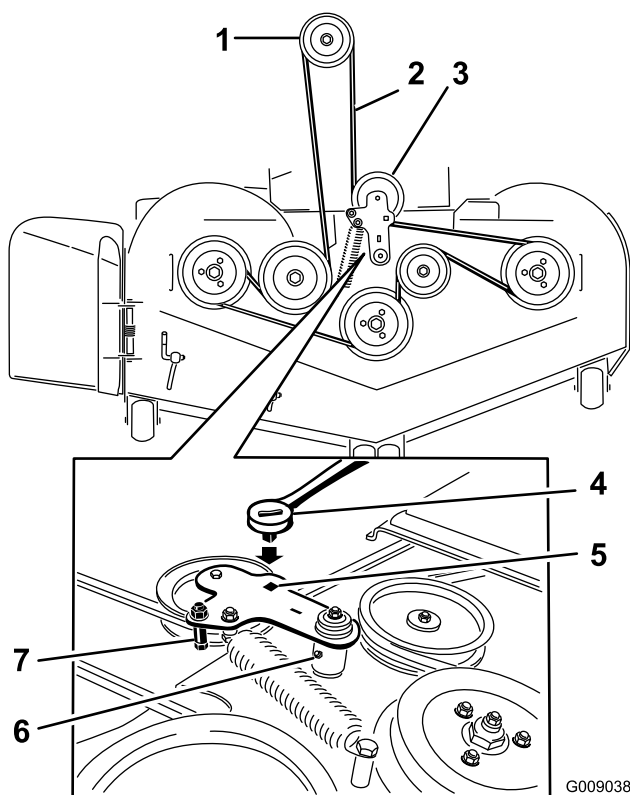
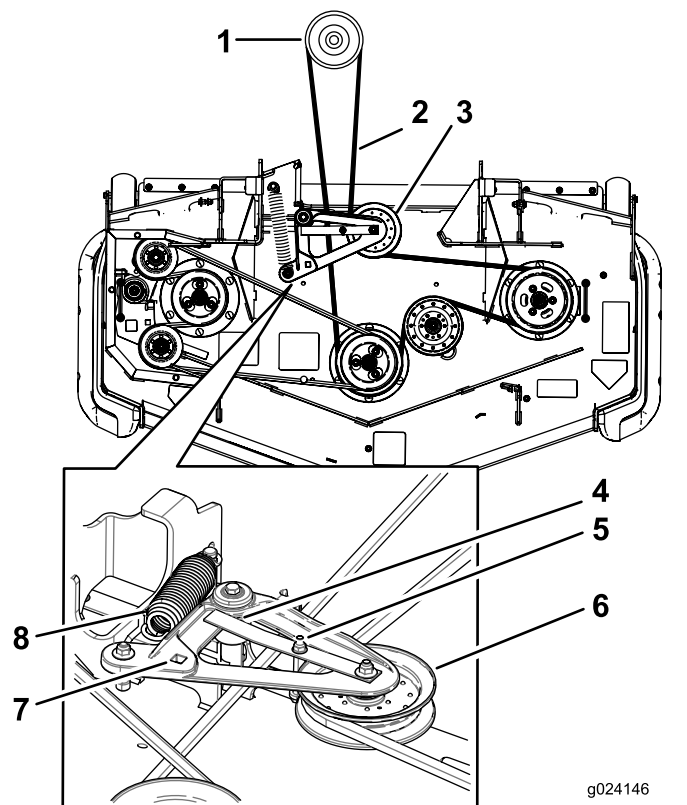

Figure 130
Figure 131
5. Soulevez le plancher et insérez un rochet dans le trou carré de la poulie de tension du tablier (Figure 130 ou Figure 131).
6. Tournez la poulie de tension du tablier dans le sens horaire, tirez sur la patte du guide-courroie (modèles à éjection arrière seulement) et déposez la courroie du tablier de coupe (Figure 130 ou Figure 131).